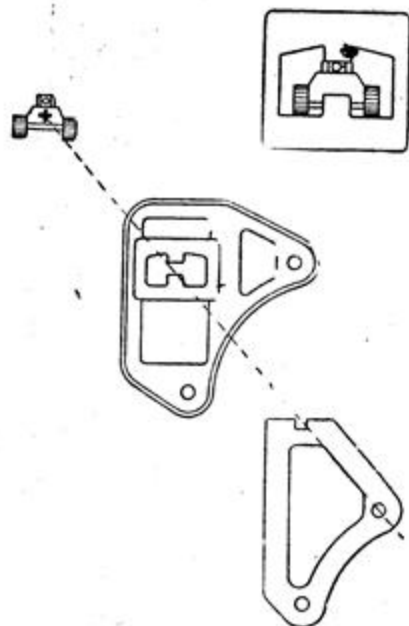

Рис. 5. Схема наводки с помощью прицельного приспособления первого образца
1. Прицелился через вырез на рамке прицела и мушку (рис. 5—7).
- 1) рамка прицела с одной прорезью и неподвижная мушка (см. рис. 5);
При наличии прицельного приспособления первого образца (см. рис. 5) согласно немецкой инструкции руководствоваться следующим: